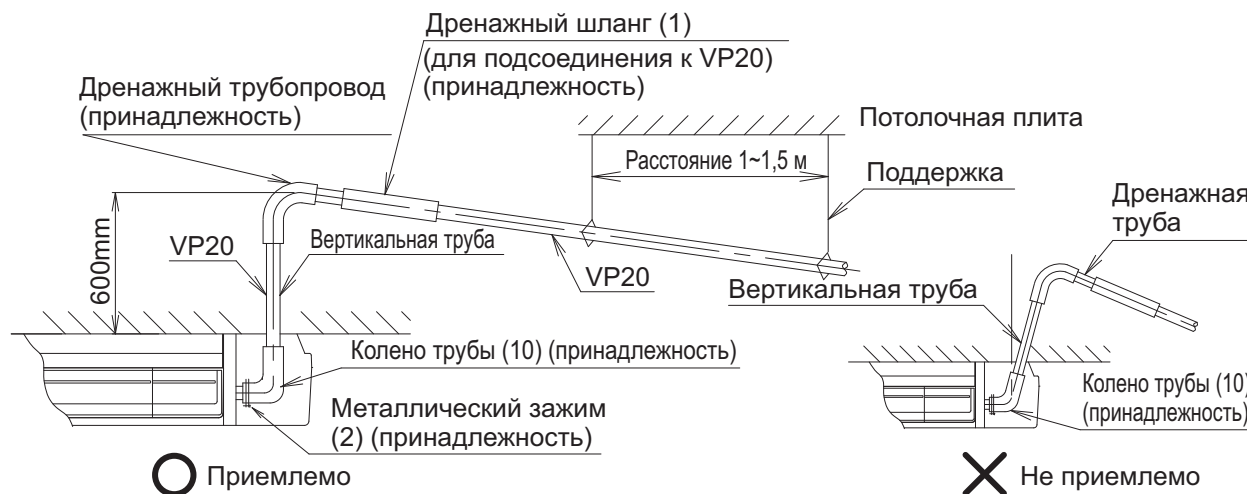

Рис. 29
- Установите подвески на расстоянии от 1 до 1,5 м так, чтобы трубопровод не отклонялся. (См. рис. 29)
- Установите вертикально дренажную вертикальную трубу. (См. рис. 29)